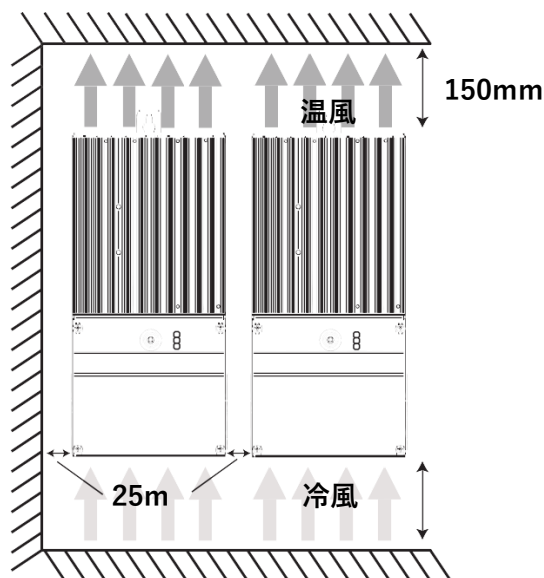

図 3.3 通気のための取り付け間隔
2. TriStar MPPT 150V を直射日光が当たらない、高温にならず、水のかからない垂直面に取り付けます。TriStar MPPT 150V の設置には適切な空気の流れのため、図 3.3 に示すように、上下に少なくとも 150mm の隙間と、それぞれの側にすくなくとも 25mm の隙間が必要です。